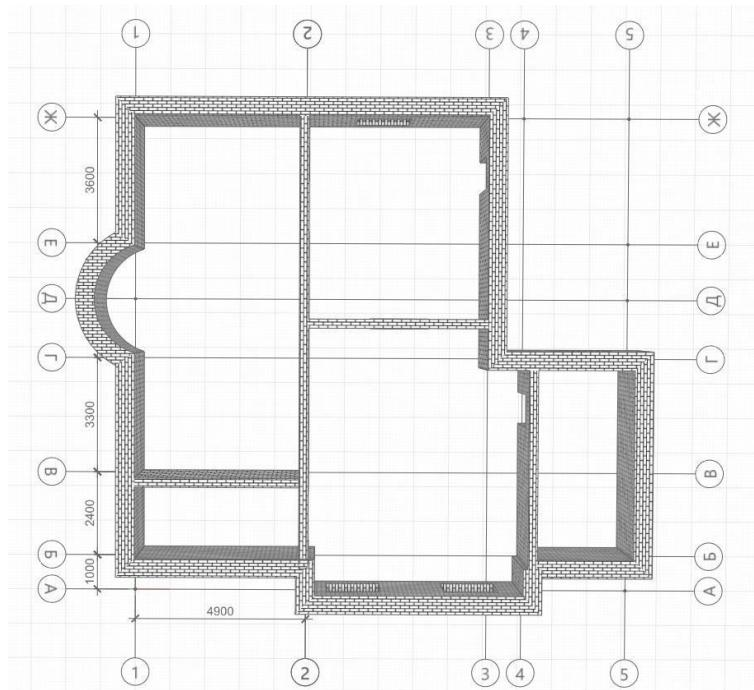

Рис. 24 Построение внутренних стен
5. Построим внутренние стены. Выберем инструмент **Стена**, способ построения **Прямая по 2 точкам**. В Параметрах указать: высота - **3000** мм, толщина - **250** мм. Построим стены (рис. 24)